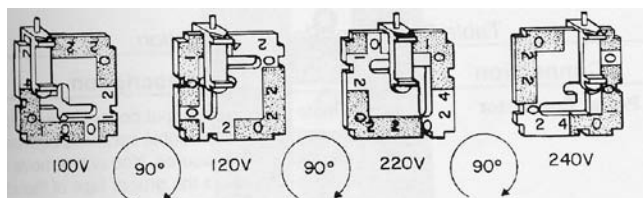

Abbildung 3-11 Spannungsumschalter
4. Position der Spannungsauswahlkarte: Achten Sie darauf, dass der weiße Anzeige-Pin nach oben zeigt wie in Abb. 3-11 dargestellt.